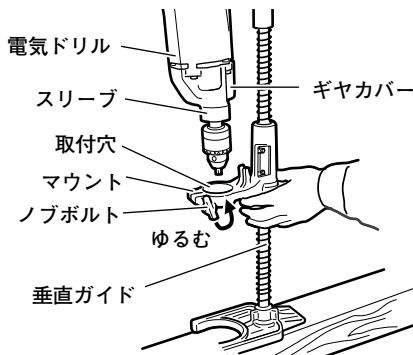

図 4
(1) 電気ドリルを固定しているノブボルトを図4の矢印の方向に回してゆるめ、マウントを手で押さえて電気ドリルを垂直ガイドからはずします。